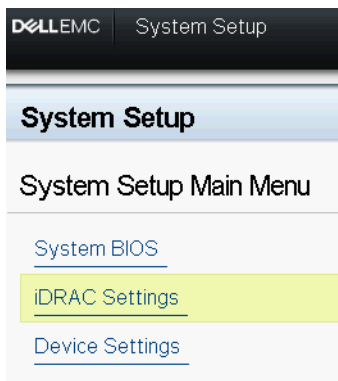

図 6-2. System Setup (セットアップユーティリティ)、Device Settings (デバイス設定)
2. Enter the システム BIOS **System Setup** (セットアップユーティリティ) の **Device Settings** (デバイス設定) 設定メニューに移動します (図 6-2 を参照)。